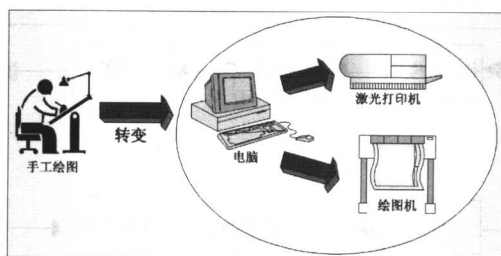

图 1-1
1. CAD (Computer Aided Design): 是计算机辅助设计的意思, 它扮演着制图革命者的角色, 淘汰了传统的制图工具, 将设计制图的工作转移到计算机上进行, 不仅提高了绘图效率, 对于图形的精确性与编辑图形的方便性也有了很大的提高, 同时, 大大节省了保存图文件的空间。目前被广泛应用于机械制图、工程规划流程图、电子电路图、土木营建、室内设计及其他相关领域, 如图 1-1 所示。